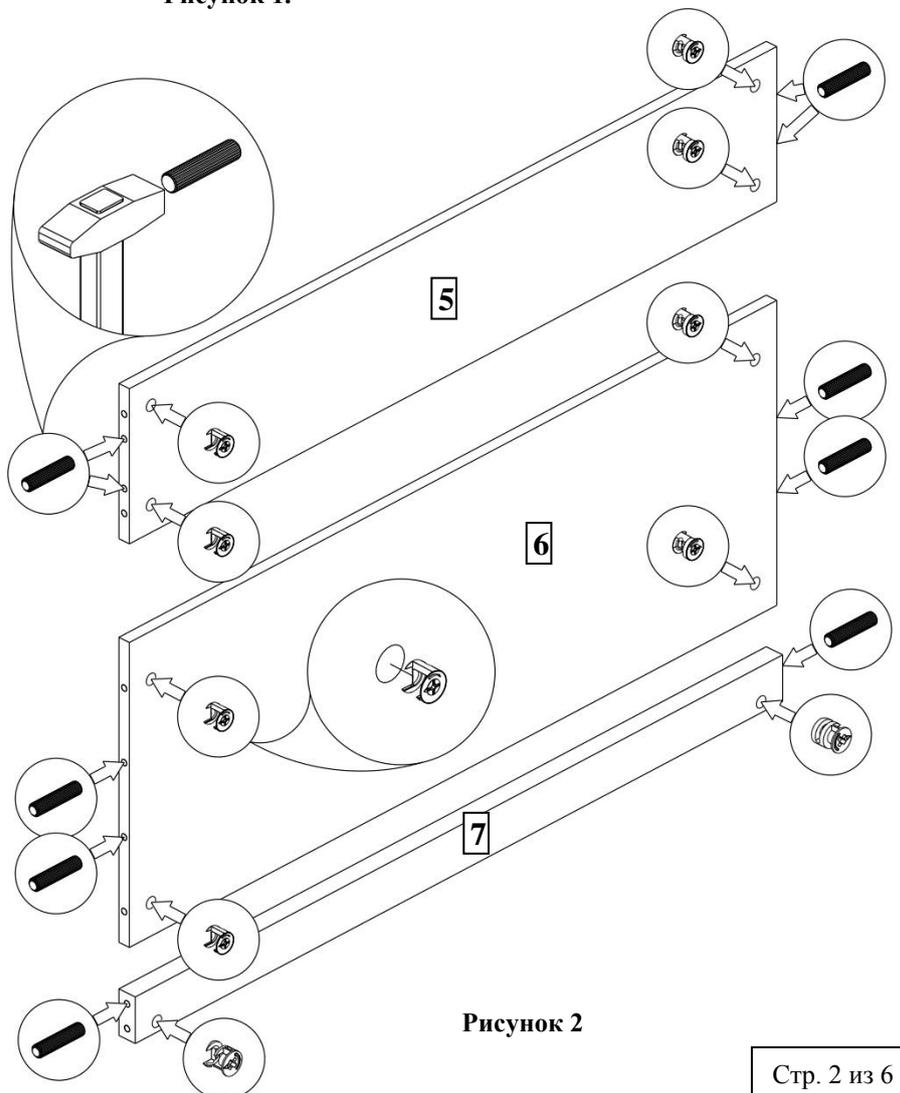

Рисунок 2
2. Вбейте шканты в указанные торцевые отверстия деталей (поз. 5, 6, 7). Вставьте эксцентрики 16мм в указанные отверстия деталей (поз. 5, 6). Вставьте эксцентрики 25мм в указанные отверстия детали (поз. 7). См. рисунок 2.